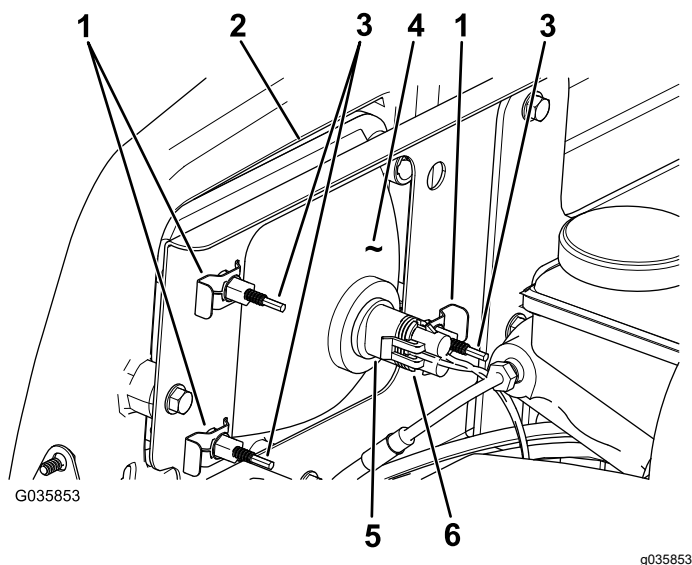

Рисунок 50
3. Отсоедините электрический соединитель жгута проводов от соединителя лампы в сборе (Рисунок 50).
4. Снимите скобы под саморез, которые крепят фару к кронштейну фары (Рисунок 50).
5. Снимите фару в сборе, подавая ее вперед сквозь отверстие в переднем бампере (Рисунок 50).
6. Вставьте новую лампу через отверстие в бампере (Рисунок 50).
8. Подсоедините электрический соединитель жгута к соединителю лампы в сборе (Рисунок 50).
2. В задней части узла передней фары поверните регулировочные винты (Рисунок 50), чтобы повернуть фару и изменить положение луча.